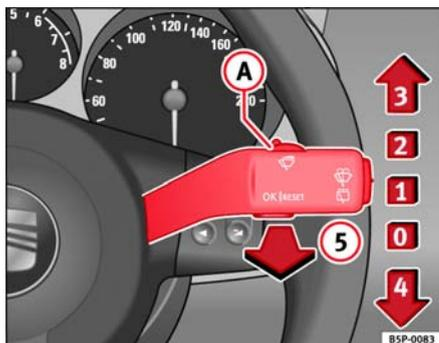

Fig. 86 Palanca del limpia-lavacristales
La palanca del limpiacristales ⇒ fig. 86 tiene las siguientes posiciones:
- Si se detiene el vehículo estando el limpiaparabrisas funcionando en la posición **2** ⇒ página 121, fig. 86 o en la posición **3**, automáticamente comenzará a funcionar en una posición inferior. Si el vehículo reinicia la marcha, el limpiaparabrisas seguirá funcionando en la posición seleccionada originalmente